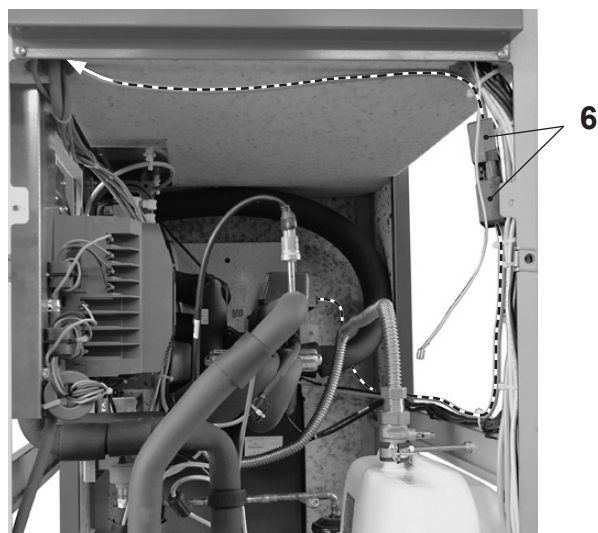

Fig. 25
4. Posez le câble de raccordement conformément à Fig. 25 et raccordez-le en suivant le schéma électrique fourni. Fixez de préférence avec une bride le câble de raccordement et les deux fiches de raccordement (6) fournis avec le kit de conversion.